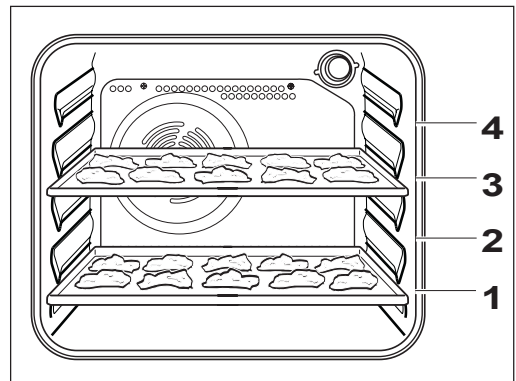

Fig. 10
- i** Se desiderate cuocere due pietanze allo stesso tempo (vedi tabelle di cottura), vi consigliamo di selezionare la funzione di cottura ventilata e di utilizzare la prima e la terza guida dal basso (vedi Fig. 10). Se invece usate il forno per una sola cottura, scegliete le guide più basse, in modo da ottenere migliori risultati.